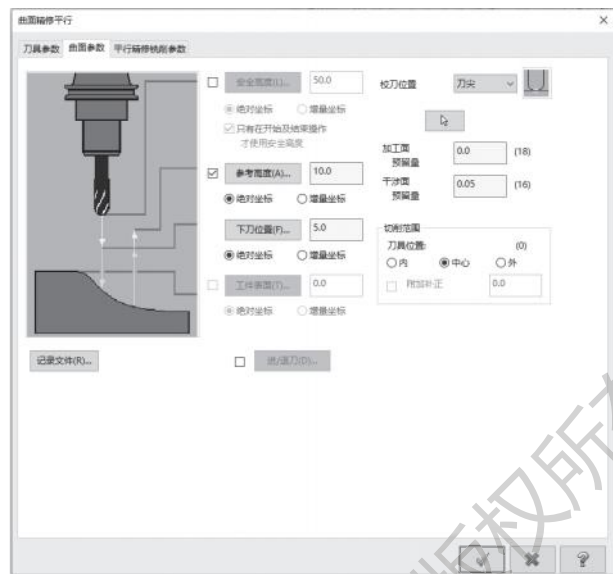

图 6-58 曲面加工参数设置
3) 打开【曲面参数】选项卡，勾选【参考高度】并设置为 10.0mm，【下刀位置】为 5.0mm。选择所有【绝对坐标】选项，设置【加工面预留量】为 0.0mm，【干涉面预留量】为 0.05mm，如图 6-58 所示。